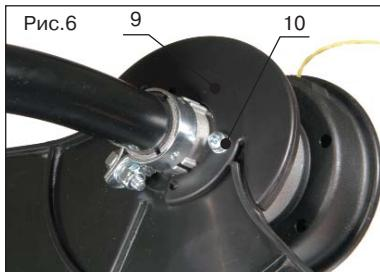

Рис.6
2. Уложите поверх кожуха пластиковый держатель (поз.9, рис.6)
3. Зафиксируйте держатель четырьмя винтами (поз.10, рис.6)